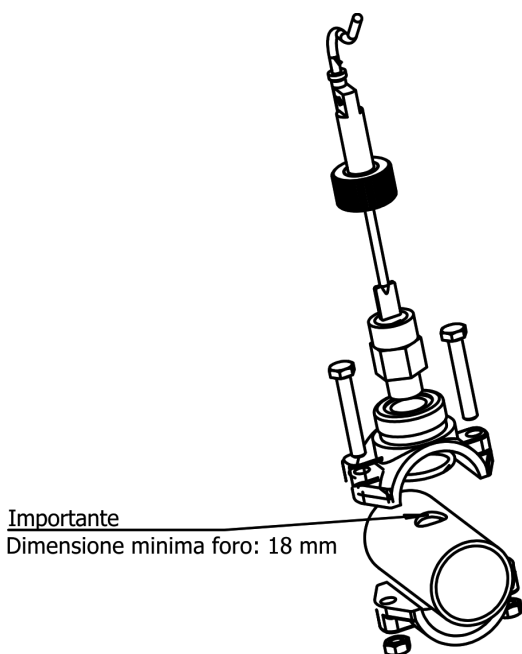

Fig. 10a
2. Installare il rivelatore di flusso (interruttore di flusso) in dotazione, sempre in verticale, sul portasonda fornito con il sistema (Fig. 10a).